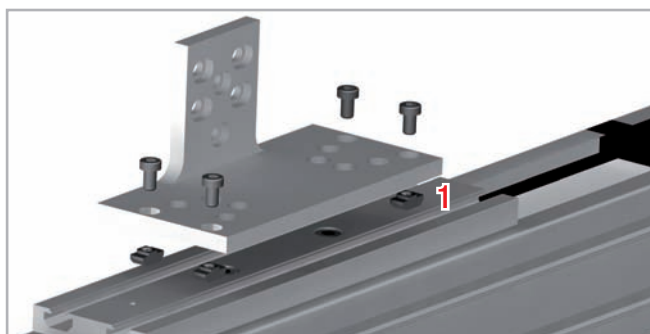

Рис. 103
1. Ввести винты, которыми предполагается осуществлять крепление к актуатору № 1, в подготовленные для этой цели отверстия (см. Рис. 103).